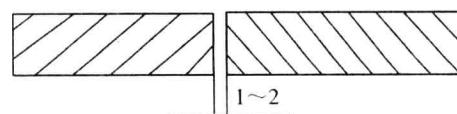

图1-3 不开坡口的对接接头
1) 不开坡口的对接接头。当钢板厚度 $<6\text{ mm}$ 时，一般可不开坡口，只留有 $1\sim2\text{ mm}$ 的装配间隙（如图1-3所示）。但这并不是绝对的。在较重要的焊接结构中，当工件厚度 $>3\text{ mm}$ 时就要求开坡口了。